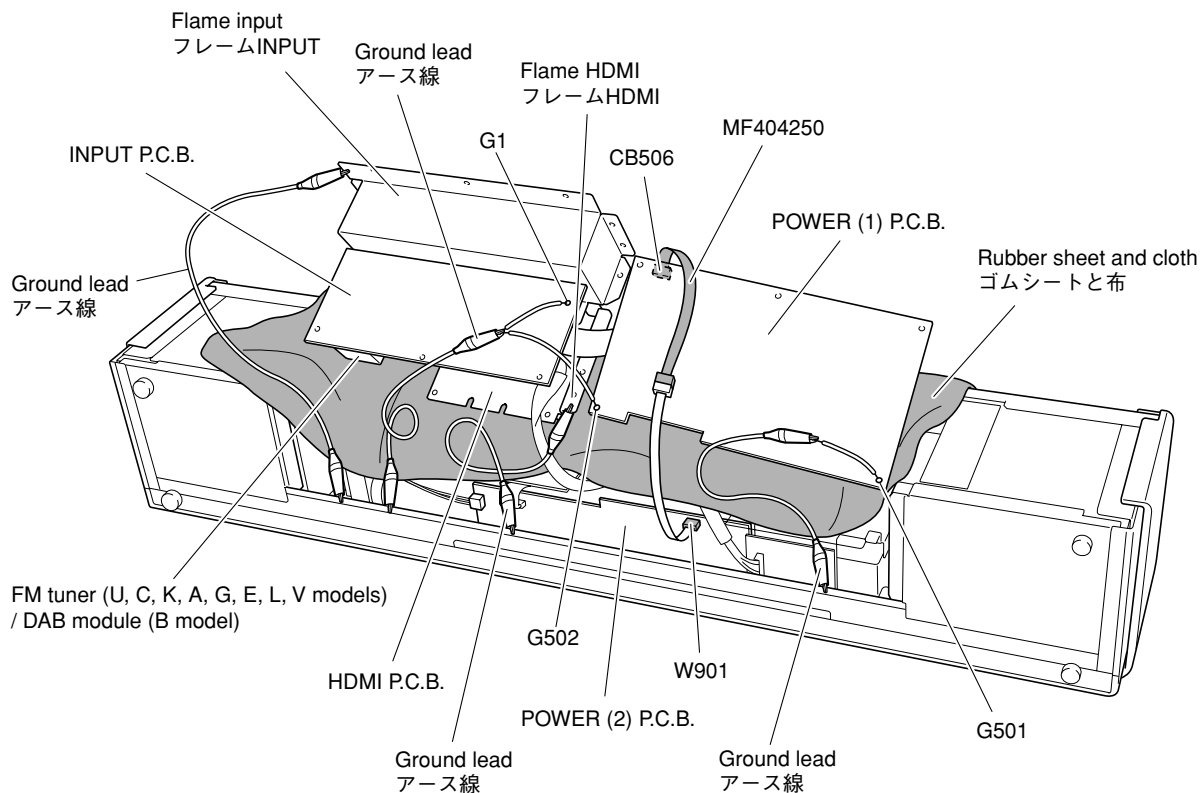

Fig. 6
* Put the rubber sheet and cloth over the equipment. Then place the P.C.B.s upside down on the cloth and check it. (Fig. 6)
* In this unit, the ground of P.C.B.s is connected to the panel or chassis. When these P.C.B.s are removed from the panel or chassis, connect the ground point to the panel or chassis, using a ground lead wire or such. (Fig. 6)
- 本機の上にゴムシートと布を敷き、その上にP.C.B.を裏返しに置いてチェックします。(Fig. 6)
- 本機ではP.C.B.のアースがパネルまたはシャーシに接続されています。P.C.B.をパネルまたはシャーシより取り外した場合、リード線等でアースポイントをパネルまたはシャーシに接続してください。(Fig. 6)